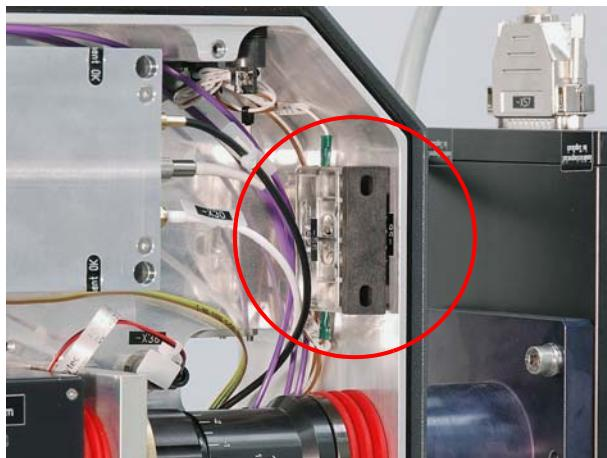

Abbildung 7.136 Interlockschalter überbrückt
1. Interlockschalter (Abbildung 7.136) brücken.